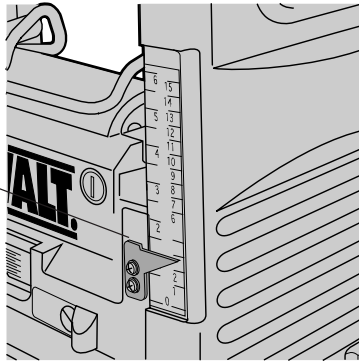

FIG. 27
5. Figure 27 – Commencer par faire passer la courroie sur la poulie supérieure (A), tel qu'illustré à la figure 1; trois rainures doivent s'y accrocher.